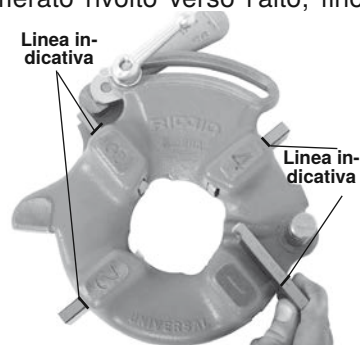

Figura 11 – Inserimento delle filiere
4. Sollevare la linguetta della rondella facendola fuoriuscire dalla fessura nella barra graduata. Spostare la rondella fino all'estremità della fessura (Figura 11).
6. Inserire filiere appropriate nella testa di filettatura, con il margine numerato rivolto verso l'alto, fino a quando la linea dell'indicatore sarà a pari con il margine della testa di filettatura (vedere Figura 11). I numeri sulle filiere devono corrispondere ai numeri sulle aperture della testa di filettatura. Sostituire sempre le filiere come set - non mescolare filiere provenienti da set diversi.